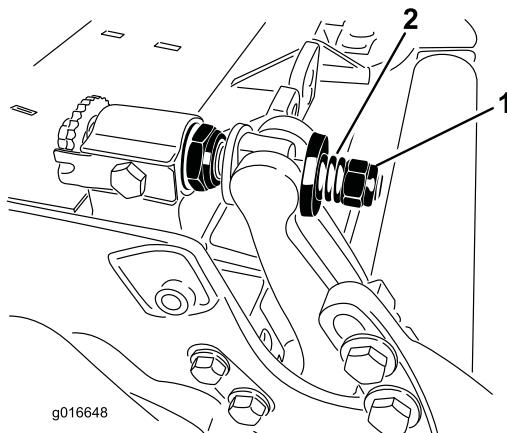

Figura 29
- Apriete la tuerca de tensado del muelle hasta que el muelle esté comprimido del todo, luego aflojela 1/2 vuelta (Figura 29).
10. Apriete la tuerca de cada ajustador hasta que los muelles de compresión estén comprimidos del todo, luego afloje la tuerca 1/2 vuelta (Figura 29).